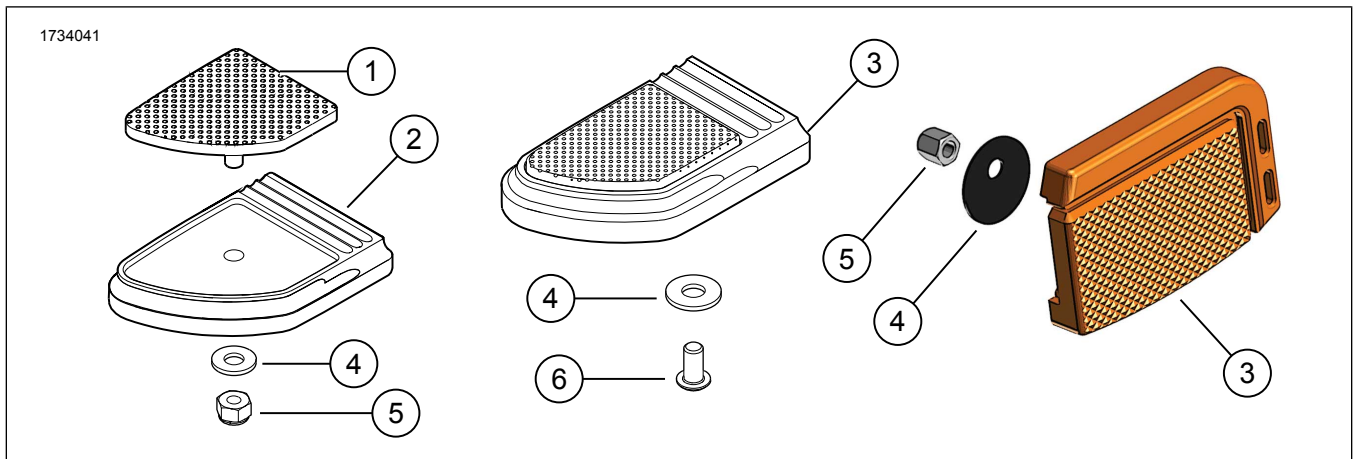

Figure 1. Mga Nilalaman ng Kit: Kit ng Pad ng Pedal ng Preno
1. Figure 1 Ihanay ang **bagong** pad ng pedal ng preno (1) na ang recess ay nasa takip ng trim (2).
3. Ikabit ang washer (4) sa nakathread na stud.
4. Ikabit ang 1/4-20 hex locknut (5) sa nakathread na stud. Higpitan.
1. Figure 1 Ihanay ang **bagong** assembly ng pedal ng preno (3) sa foot lever ng preno ng sasakyan.
2. Maglagay ng threadlocker sa turnilyo (6).